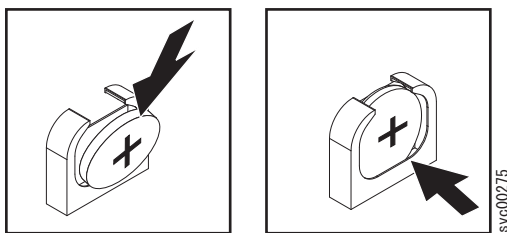

図 140. SAN ボリューム・コントローラー 2145-CG8 または 2145-CF8 CMOS バッテリー・ホルダー
- バッテリーを、所定の位置にカチッと音を立てて収まるまで、横方向に押しつけてソケットにはめ込みます。図 140 に示すように、バッテリー・クリップがバッテリーを確実に保持するようにします。